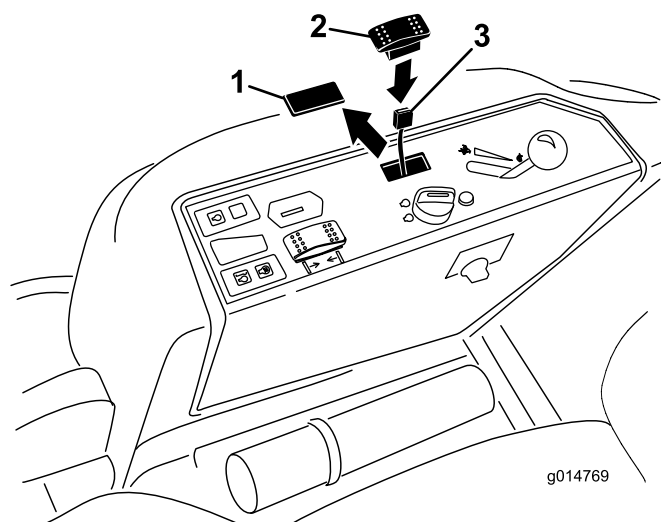

図 3
1. コントロールパネルからプラスチック製のプラグを外して、スイッチ用の穴を作る 図 3。
2. スイッチを、穴に差し込む 図 3。スイッチは、前を押すとONになるように取り付ける。